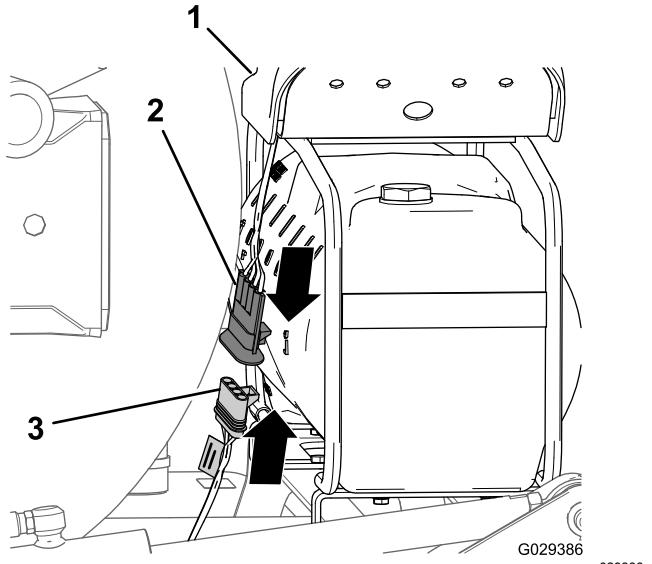

図 146
- ワイヤハーネスの236cmの枝線の端部についている4ソケットコネクタ仕上げキットを、コンプレッサから来ているハーネスの4ピンコネクタに接続する図146。
- 4ソケットコネクタに4ピンコネクタを接続する図146。